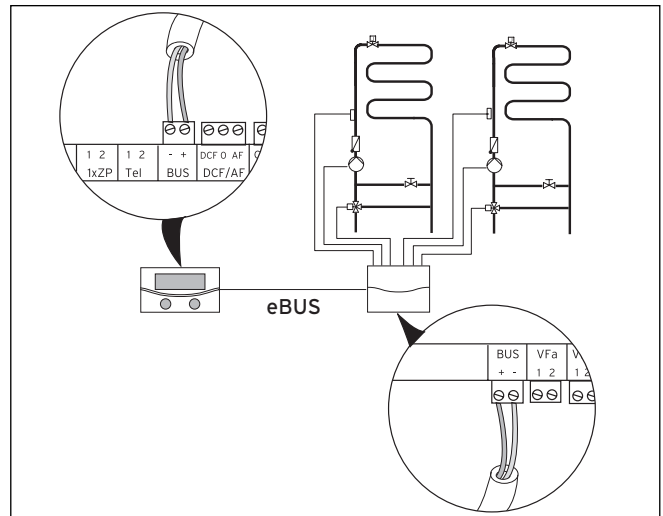

Abb. 7.16 Weitere Mischerkreise mit VR 60 installieren
- Entnehmen Sie den Systemaufbau → **Abb. 7.16**. Beachten Sie die Montageanleitung des Mischermodule.